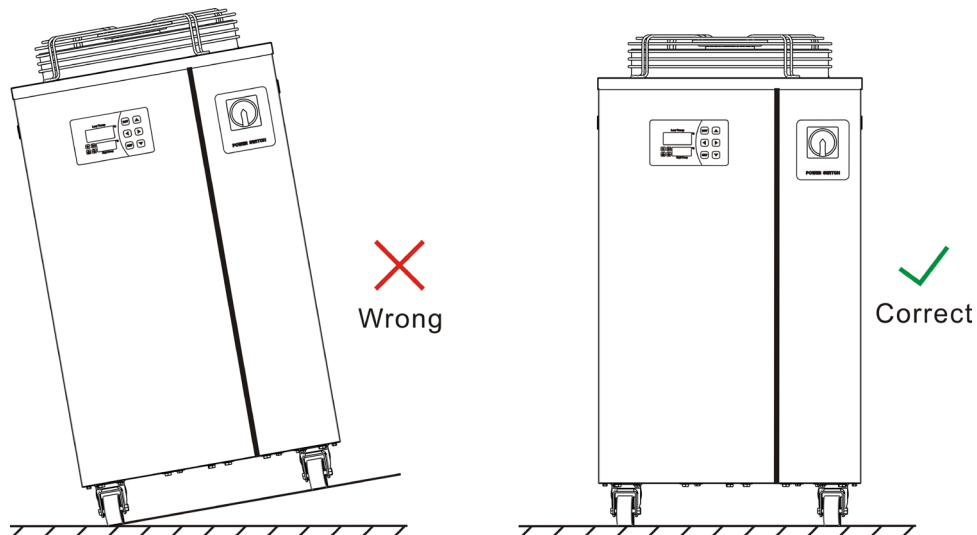

Figura 1: Requisiti di forma per l'installazione del chiller
(1) Deve essere installata su una superficie orizzontale e non inclinata, come mostrato nella figura 1.